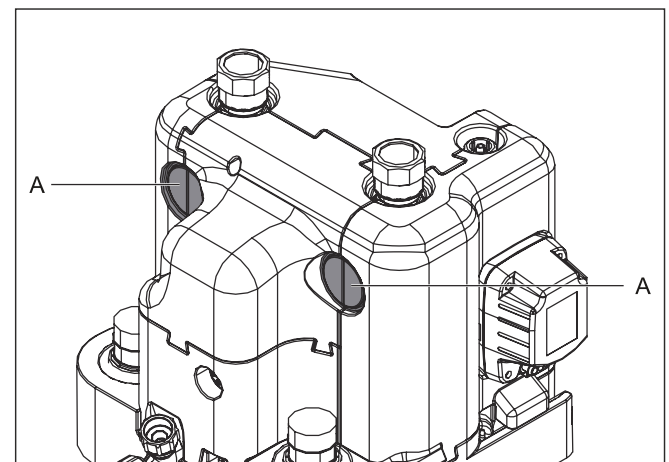

Fig. 3-21 Section isolation thermique
- 16 Découper les passages latéraux de l'isolation thermique (Fig. 3-21, pos. A) avec un outil adéquat.